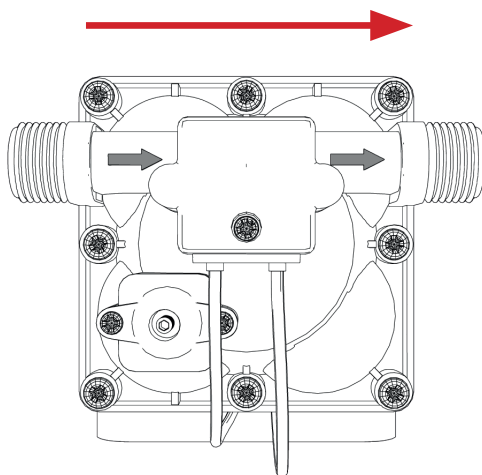

Fig. 6: Dirección del flujo
**¡Importante!** Tenga en cuenta la dirección del flujo. La dirección del flujo de la bomba se indica con una flecha en el cabezal de bombeo (fig. 6).